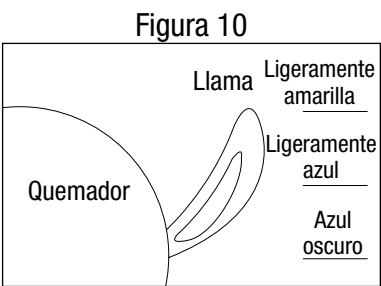

Figura 10
- 4. Visualmente examine la llama del quemador para estar seguro de que la parrilla está funcionando adecuadamente (vea la Figura 10).